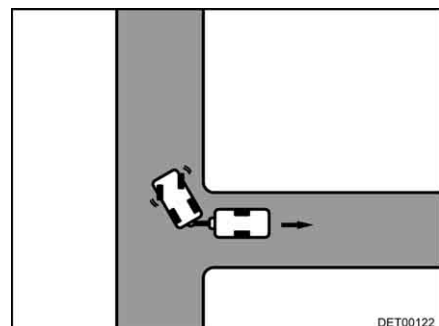

Bild 17 Rechts einschlagen
- Nach rechts einschlagen und vorsichtig rückwärts fahren (Bild 17).